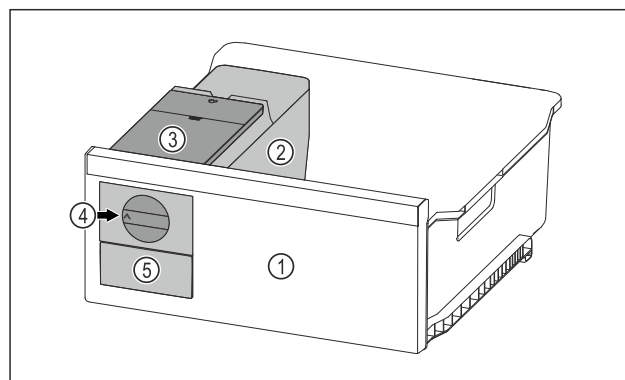

Fig. 102 Voorbeeld
- ▶ Draaiknop Fig. 102 (4) rechtsom tot aan de aanslag draaien.
- ▶ Ijsblokjes vallen uit de ijsblokjes-schaal in de ijsblokjeslade Fig. 102 (5).